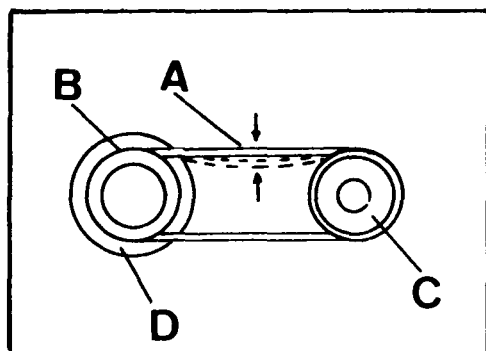

Fig. A1-83 Juego libre de la correa del depresor
- 2.6. Continuar el montaje invirtiendo del punto 1.4 al 1.1, dejándole a la correa del ventilador un juego libre de 10 a 12 mm. (Fig. A1-25) y a la correa del depresor dejar un juego libre de 15 mm., A (Fig. A1-83).